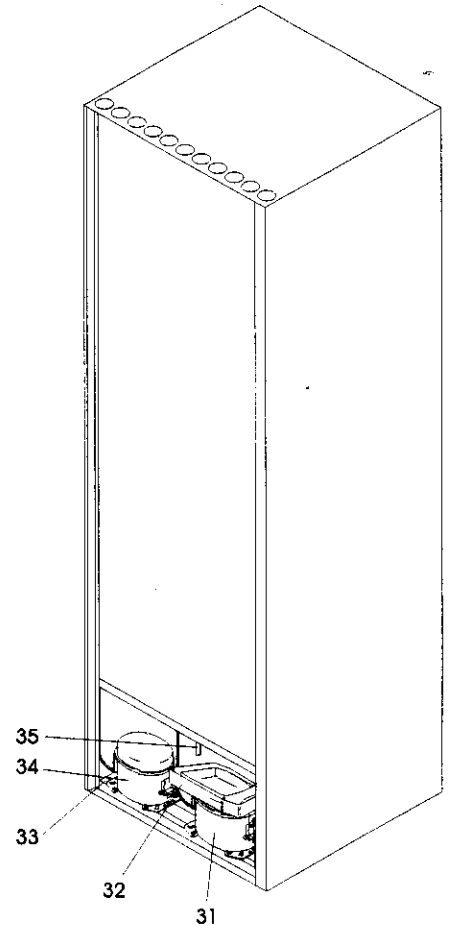
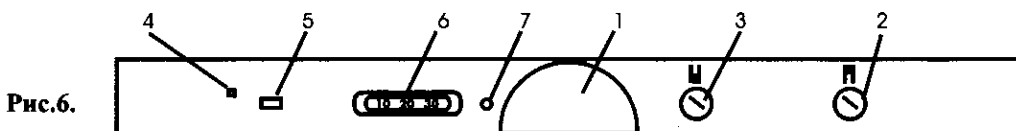

Рис.1. Схема расположения камер холодильника и его комплектующих:
Рис.6.
1.2. Комбинированный холодильник - морозильник состоит из двух камер: холодильной (А) и морозильной (В) рис. 1., которые оснащены отдельными компрессорами (рис. 1а) и системой автоматики (рис. 6). Включать и пользоваться холодильной и морозильной камерой можно по отдельности, независимо друг от друга.
Рис.1 а. Вид сзади.
4.9. В процессе эксплуатации или уборки прибора, а также уборки помещения не допускайте попадания влаги на компрессор и реле (см. Рис. 1а).
5.2. Установите прибор на полу ровно, регулируя передние опоры, для чего необходимо снять декоративную панель. Большими пальцами обеих рук нажмите на панель сверху. Остальными пальцами захватите панель за выступ снизу и с усилием вытащите её на себя, (рис. 3). Для облегчения закрывания дверей и более плотного их прилегания к шкафу можно установить его с небольшим наклоном назад, регулируя опоры, с помощью специального ключа (рис. 4). Диапазон регулирования ограничен конструкцией опор. Задние опоры не регулируются. Они выполнены в виде роликов (рис. 1а) и служат для облегчения перемещения прибора.
6.1. Расположение Приборов управления и сигнализации (см. рис. 6):
6.2. Перед включением прибора в электросеть установите клавишу переключения режимов 5 (рис. 6) в положение, обозначенное символом «0» (режим хранения). Ручки термостатов 2 и 3 (рис. 6) установите в позиции «0», вращая их *против часовой стрелки*. Для удобства воспользуйтесь монеткой, которую необходимо установить в шлиц ручки термостата (применение отверток, ножей и т. п. может привести к повреждению ручки). До позиции «1» ручка вращается плавно, без особых усилий. Для дальнейшего вращения до позиции «0» нужно приложить усилие. Убедитесь в том, чтобы указатель на ручке термостата совпал с позицией «0». Это означает, что прибор выключен (если все выше перечисленные операции производились при включенном в электросеть приборе, то повторное включение термостатов допускается не менее чем через 10 мин.).
Овощи и фрукты храните в специальных ящиках (рис. 1), расположенных в нижней зоне холодильной камеры. Оптимальные сроки хранения свежих продуктов в холодильной камере приведены в таблице:
6.10. Для удобного размещения продуктов в высокой посуде предусмотрена перестановка полок по высоте. Полка холодильника выдерживает распределенный вес не более 35 кг. Полки двери также можно перестанавливать (см. рисунок 1). Обратите внимание на то, что нижние полки по глубине больше, чем верхние. Установка этих полок, вместо верхних, может привести к тому, что дверь холодильной камеры не будет закрываться. Кроме этого, следует обратить внимание на пластмассовые накладки полок. Передние накладки полки имеют одинаковую форму. Задние имеют два вида: овальные (для нижних полок) и с барьером (для верхних полок, установленных перед испарителем). Неправильная установка полок может привести к поломке накладок.
6.16. Морозильная камера оснащена клавишей выбора режима 6 (рис.6):
7.1. В вашем холодильнике предусмотрено автоматическое удаление снегового покрова с испарителя, расположенного на задней стенке холодильной камеры. Это означает, что каждый раз в период остановки компрессора испаритель покрывается каплями воды, которые стекают в лоток. Затем через отверстие в центре лотка вода по дренажной трубке стекает в сосуд талой воды, установленный на компрессоре (рис. 1а), где испаряется за счёт нагрева компрессора. Такое периодическое оттаивание снегового покрова с испарителя холодильной камеры является обязательным и служит доказательством нормальной работы. Частота и продолжительность циклов оттаивания зависят от установки ручки термостата 2 (рис. 6), загрузки камеры продуктами, температуры окружающего воздуха.